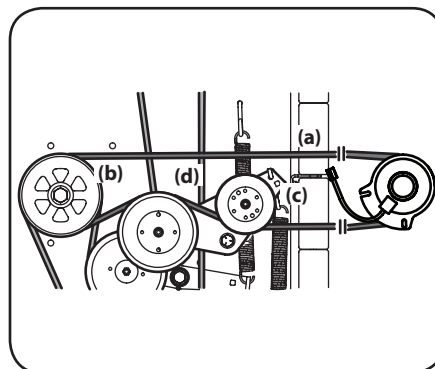

Figure 4-15
1. Retirez la courroie de la prise de force (a) du plateau de coupe comme indiqué dans la sous-section *Démontage du plateau de coupe*. Retirez ensuite la courroie de l'embrayage de la prise de force. Voir Figure 4-15.
2. Installez la courroie de la prise de force (a) comme indiqué à la Figure 4-15. Après avoir installé la courroie autour de la poulie de la prise de force (b), insérez un bras de force de 1/2" dans le support de la poulie de tension (c), puis tournez-le vers la droite de l'appareil pour compléter l'installation de la courroie autour de la poulie de tension (d).